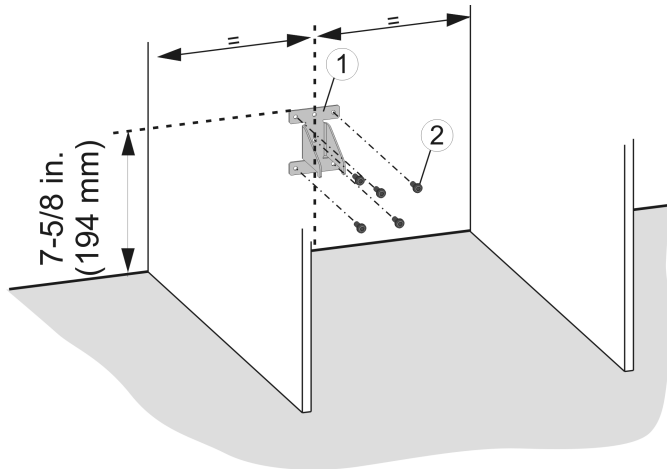

Fig. 26
- Installer la sécurité anti-basculement Fig. 26 (1) en utilisant des vis Fig. 26 (2) appropriées.